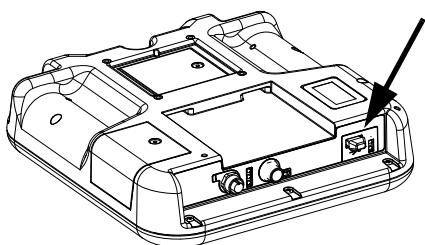

図 3. : システムロジックコントローラーのエラー
1. USB フラッシュドライブを USB ポートに挿入します。図 3。(56 ページ) を参照してください。
3. その USB フラッシュドライブを USB ポート (BL) から取り外します。